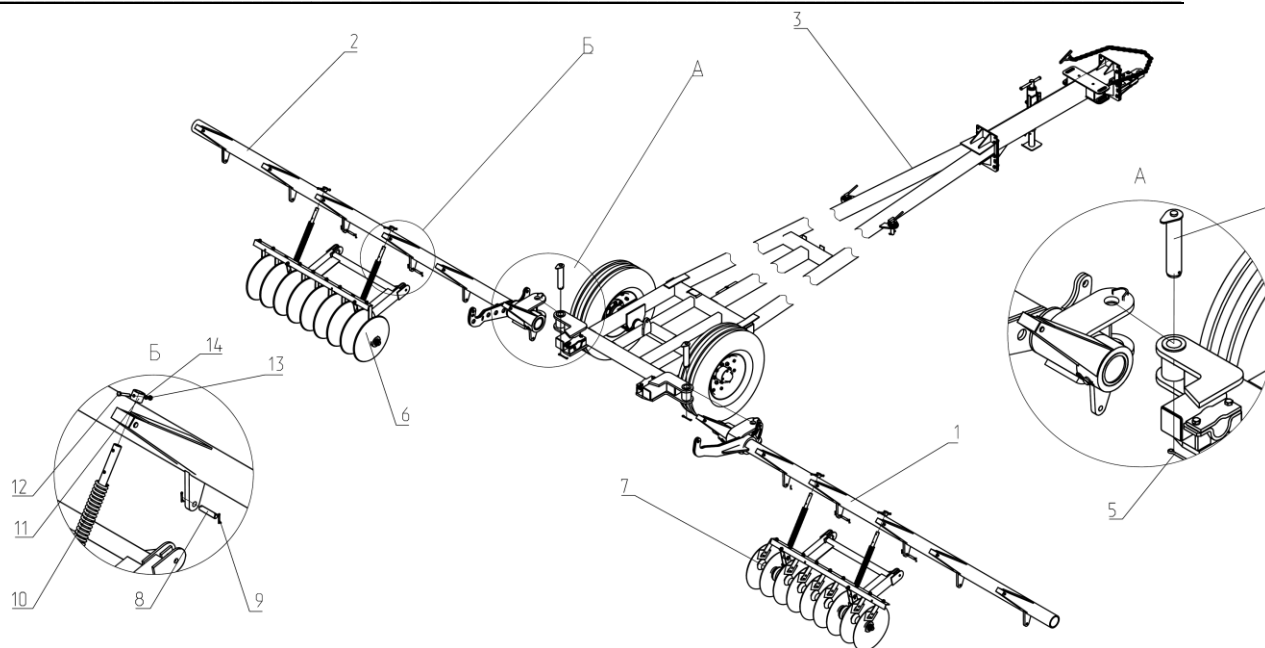

Рис.20 Схема сборки луцильника.
5.5.8. Брус в сборе с колесной парой левой Рис. 20А поз. 2 проушиной одеваем на втулку сницы поз. 3 и фиксируем осью поз. 4 и шплинтом поз. 5. Аналогично собираем брус в сборе с колесной парой правой поз. 1;
5.5.9. Секция в сборе поз. 6 Рис. 20Б одеваем проушинами на кронштейны бруса и фиксируем осями поз. 8 и шплинтами поз. 9;